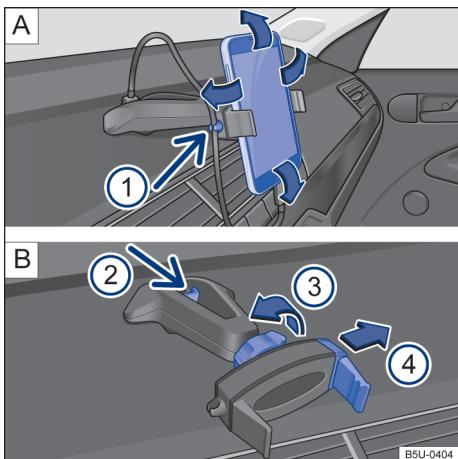

Fig. 146 No console central: suporte para smartphone e ajustes.
- Segurar o suporte com uma mão e pressionar o botão de destravamento → Fig. 146 B (2) (seta).
- Com a haste → Fig. 146 B (4) deslocar no sentido da seta, e instalar o smartphone no alojamento.
- Com a outra mão deslocar a haste → Fig. 146 B (4) até que seja possível remover o aparelho do alojamento.
- Colocar o cabo USB na entrada carregador USB do suporte existente no painel de instrumentos → Fig. 146 A.
- Prender o cabo no suporte → Fig. 146 A (1).
- Para liberar o movimento do suporte, girar a trava → Fig. 146 B (3) no sentido contrário da seta.
- Para fixar a posição, girar a trava no sentido da seta (3) → Fig. 146 B até a fixação total do suporte.
i O suporte para smartphone tem garantia de 3 anos, com exceção da haste deslizante (garra) → Fig. 146 **B** (4) que tem garantia de 1 ano.